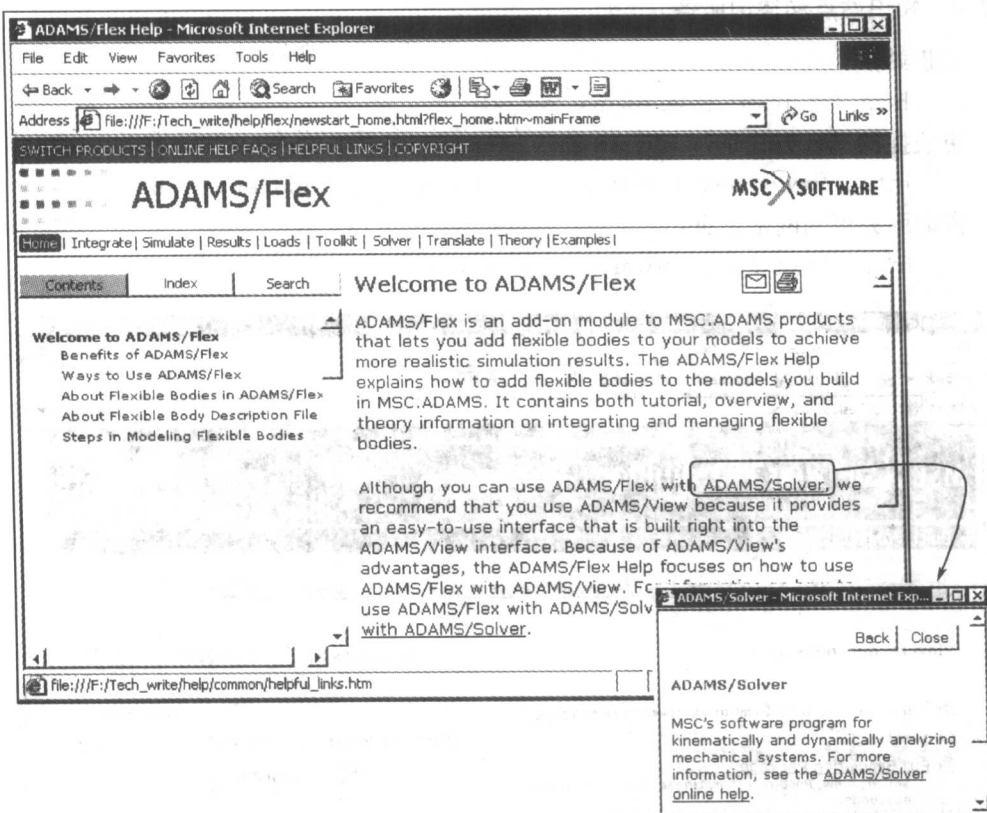

图 1-2 进入在线帮助的过程
(1) 当系统在 MSC.ADAMS/Flex 对话框状态运行时，按 F1 键会显示该对话框的在线帮助窗口。
(2) 在菜单 Help 下选择 MSC.ADAMS/View Help。一旦在线帮助窗口弹出，读者即可通过桌面的 Contents、Index 和 Search 方式浏览所需要帮助的术语，如图 1-2 所示。